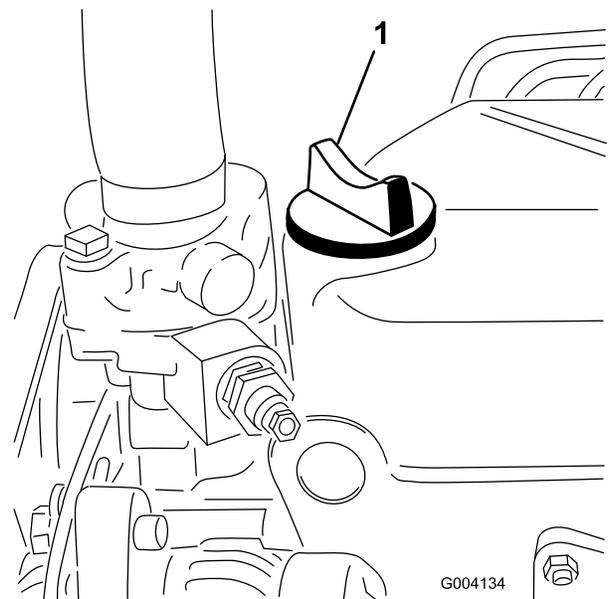

Figura 34
5. Si el nivel de aceite está por debajo de la marca Lleno, retire el tapón de llenado (Figura 34) y añada aceite hasta que el nivel llegue a la marca Lleno.